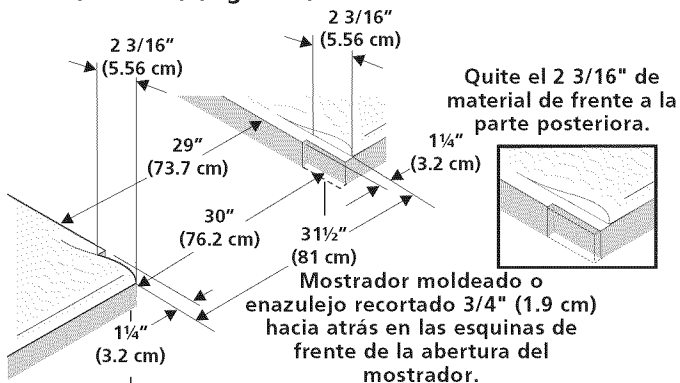

Figura 3
- Para la Anchura existente del Recorte de el 29" (73.7 cm) (Figura 3):